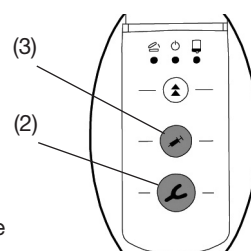

fig. 8
- Se si preme un pulsante di avanzamento (portaimpronta (2, fig. 8) o siringa (3, fig. 8) senza aver prima selezionato un programma, l'apparecchio lancia automaticamente il programma "ST".